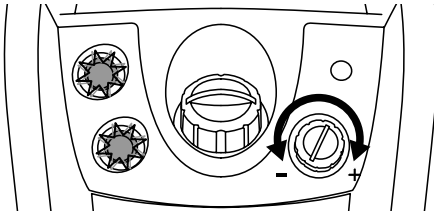

Fig. 2
- Poner la plancha y la caldera en marcha, pulsando los correspondientes interruptores. Se iluminarán los respectivos pilotos (Fig. 2).
- Esperar a que el piloto luminoso (C) indicador de vapor a punto se conecte.
- El aparato estará listo para poder empezar a planchar. A partir de este momento, el piloto indicador de vapor a punto (C) se apagará y iluminara automáticamente, según el consumo de vapor. También oír un suave ruido a intervalos, causado por la bomba que recarga agua en la caldera. Siga planchando de forma normal.
Control del flujo de vapor (Fig. 2):